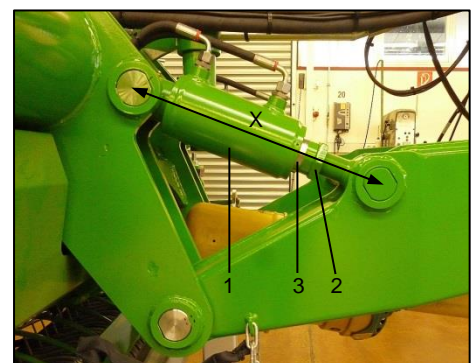

Bild 113: Deichsel Zylinder
- Anschließend muss das Kontrollmaß der Pick-Up Zylinder, (wie im Bild 113 ersichtlich) überprüft werden und den folgenden Wert aufweisen.